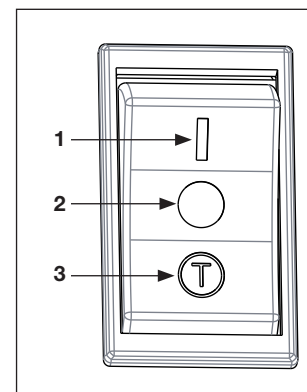

Figura 10, Interruptor basculante
8.4 Controles en la bomba (véase Figura 10)